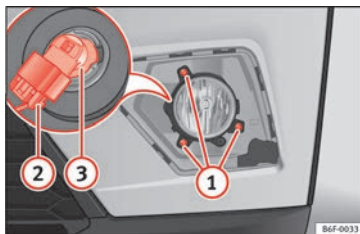

Bild 114 Dimljus: Ta bort lamphållaren
2. Ta bort de 3 skruvarna » bild 114 ① och ta bort dimljuset.
3. Ta bort kontakten till glödlampan ②.
4. Vrid lamphållaren ③ till vänster och dra.